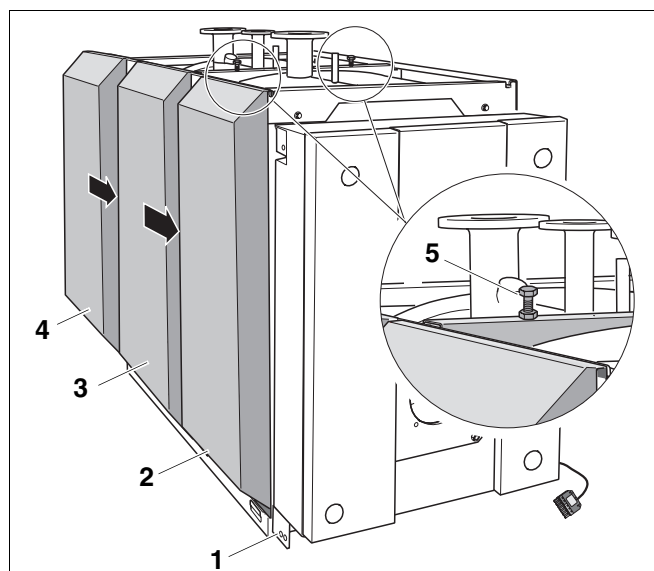

Рис. 32 Монтаж задней и средней левых боковых стенок
Для упрощения монтажа средних и задних боковых стенок (рис. 32, поз. 3 и поз. 4), оставьте при подвешивании зазор между боковыми стенками для Ваших рук.
- Установить среднюю боковую стенку (рис. 32, поз. 3) за язычки на раме котла и подвесить отбортовку заподлицо на боковую траверсу.
- Задвинуть среднюю боковую стенку (рис. 32, поз. 3) на переднюю боковую стенку (рис. 32, поз. 2).
- Установить заднюю боковую стенку (рис. 32, поз. 4) за язычки рамы котла и подвесить отбортовку на боковую траверсу.
- Задвинуть заднюю боковую стенку (рис. 32, поз. 4) на среднюю боковую стенку (рис. 32, поз. 3).
- Отрегулировать среднюю траверсу 2 регулировочными винтами (рис. 32, поз. 5) так, чтобы боковые стенки были параллельны.